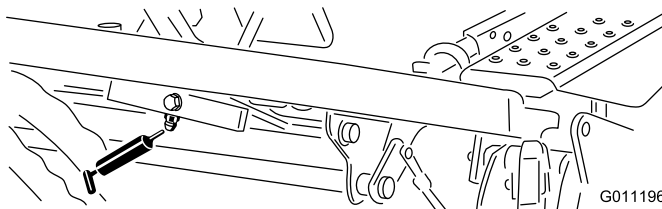

Figura 29
- Perno di sollevamento tosatura (Figura 29).